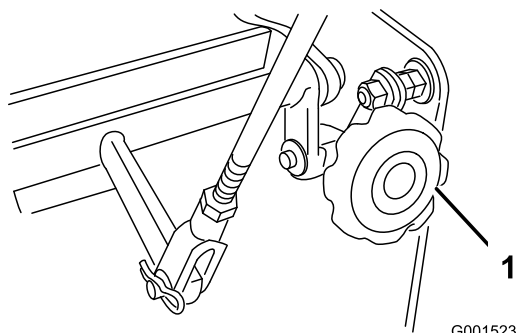

Рисунок 36
4. Если машину уводит в ту или иную сторону, поверните ручку быстрой настройки тяги. Поверните ручку вправо, чтобы машина держала курс правее, и влево, чтобы машина держала курс левее (Рисунок 36).